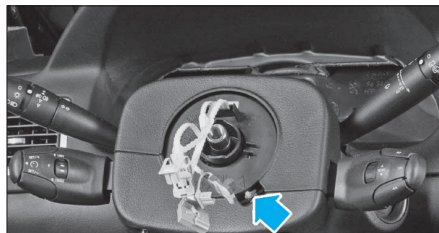

FIG. 6
- Appuyer au centre du contacteur et aligner le repère (Fig.6).